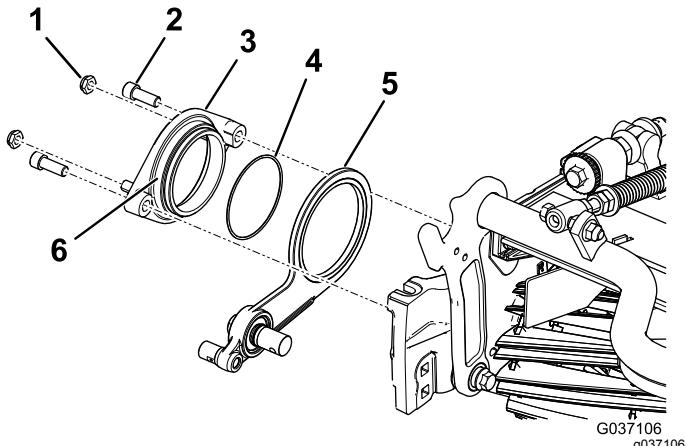

Figura 10
3. Applicate un composto frenafiletto sul diametro esterno del gruppo del mozzo girevole (Figura 10).
4. Fissate il mozzo girevole sul gruppo tendicinghia al cilindro utilizzando 2 bulloni a esagono incassato (Figura 10).
5. Montate, senza serrarli, i 2 dadi di bloccaggio sul mozzo girevole (Figura 10).